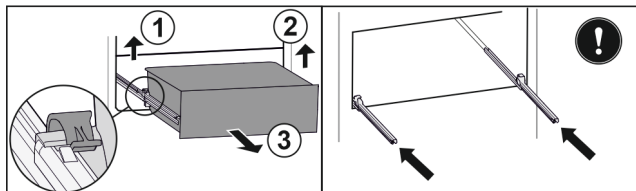

Fig. 131
- ▶ Lyft vänster klämma och dra samtidigt utdragslåda till vänster framåt. Fig. 131 (1)
- ▶ Lyft höger klämma och dra samtidigt utdragslåda till höger framåt. Fig. 131 (2)
- ▶ Ta ut utdragslåda genom att dra den framåt. Fig. 131 (3)